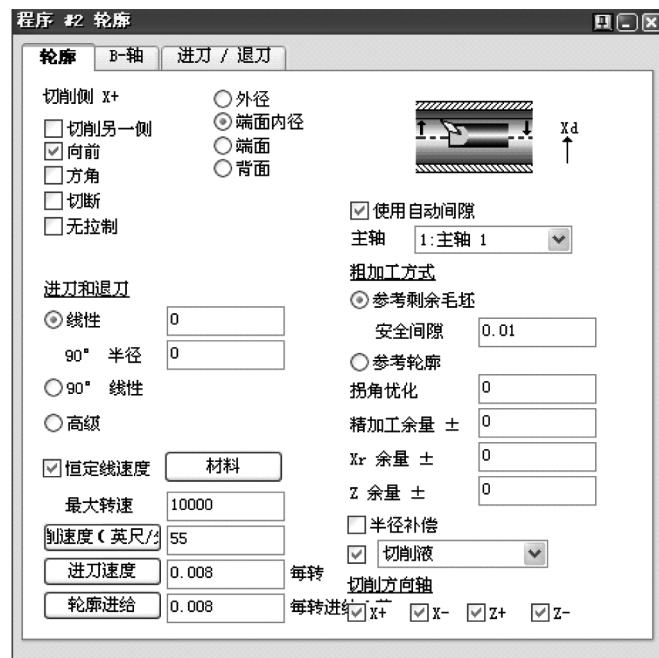

图 6-63 精车内圆
- 4) 应用#7 刀具创建精加工内圆的精车程序, 如图 6-63 所示。